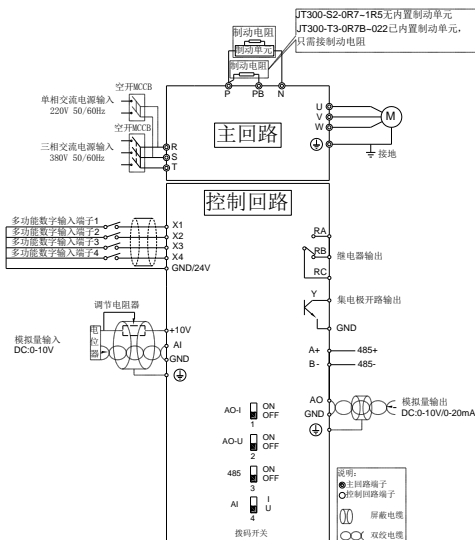

图 1-1 变频器 11kW 及以下功率接线示意图
1. JT300 系列变频器 11kW 及以下功率接线方式如图 1-1 所示: